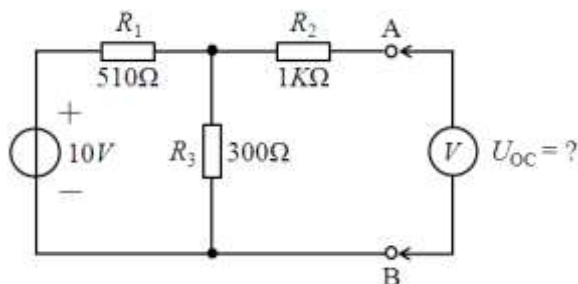

图 2.2
- (1) 测量电路如图 2.2 所示，直流稳压电源的输出电压为 10V。
(2) 用伏特表测量含源线性单口网络两个端口 A、B 间的电压，即为开路电压 U_{OC} 。